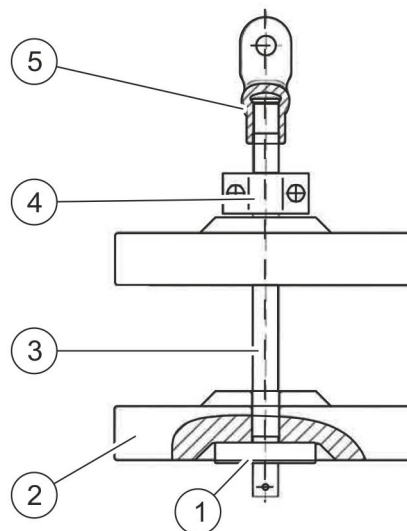

Abb. 12: Gewichtssatz, Querschnitt
Vorsichtig das Gelenkstück (Abb. 12/5) auf die Gewichtsstange schrauben und sicherstellen, dass das Gewinde vollständig versenkt ist.
4. ➔ Schlaufe an der Gewichtsstange (Abb. 12/3) an den Gabeln eines Gabelstaplers einhängen.
13. ▶ Alle Gewichte mit der Klemme (Abb. 12/4) sichern.
4. ▶ Schlaufe an der Gewichtsstange (Abb. 12/3) an den Gabeln eines Gabelstaplers einhängen.